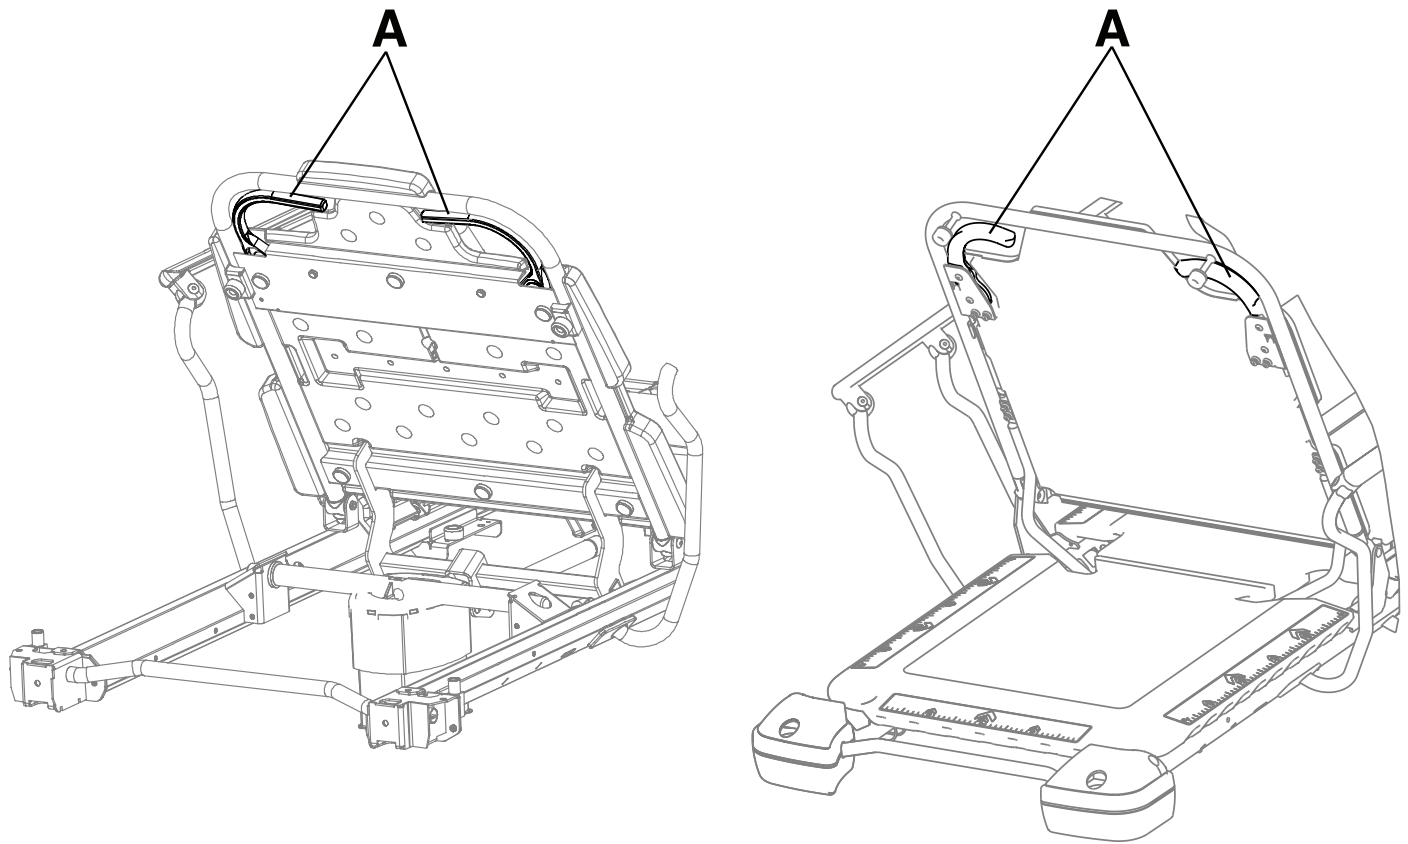

Figura 16 – Sollevamento e abbassamento dello schienale Fowler (Prime / Prime X)
Per alzare lo schienale Fowler, premere una o entrambe le corrispondenti maniglie di sblocco (A) e alzare lo schienale Fowler alla posizione desiderata (da 0° a 90°) (Figura 16).
Per abbassare lo schienale Fowler, premere una o entrambe le corrispondenti maniglie di sblocco (A) e abbassare lo schienale Fowler alla posizione desiderata (da 90° a 0°) (Figura 16).